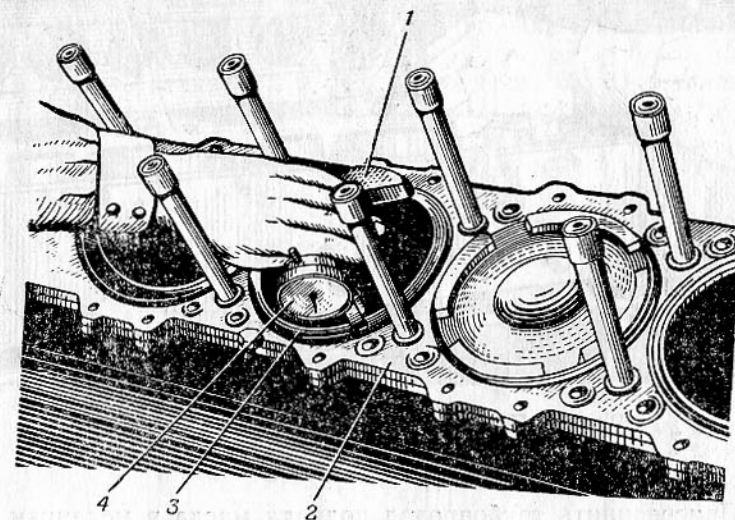

Рис. 57. Проверка превышения фланцев гильз над плоскостью рубашки цилиндров:
1. Осмотреть перепускные трубки с резиновыми уплотнительными кольцами и поверхность прокладки головки блока. Проверить (рис. 57, 58) превышение, перекося фланцев гильз относительно плоскости рубашки цилиндров и коробление головки блока (см. Технические условия, пп. а, б, в, г).